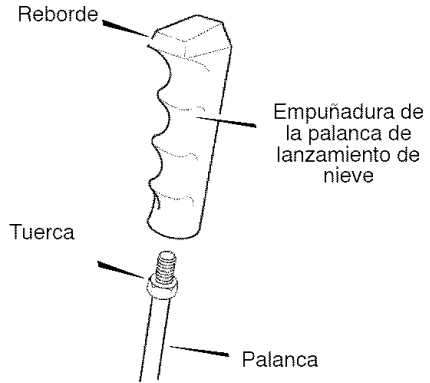

Figura 51
1. Monte la **empuñadura de la palanca de lanzamiento de nieve** en la **palanca** hasta que quede apretada contra la **tuerca** (vea la Figura 51).
1. Monte la **empuñadura de la palanca de lanzamiento de velocidad** en la **palanca** hasta que quede apretada contra la **tuerca** (vea la Figura 51).